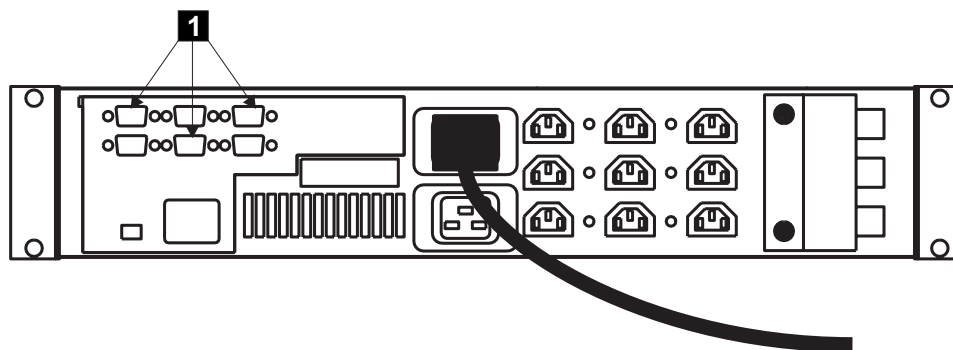

図 176. 2145 UPS シグナル・ケーブルの接続
4. 2145 UPS の後部でシグナル・ケーブルを接続します。445 ページの図 176 の **1** を参照してください。